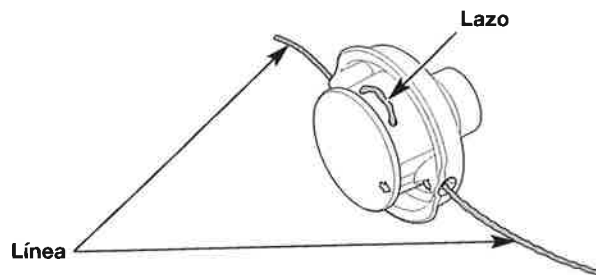

Fig. 16
4. Tire de los extremos del hilo hasta que quede tenso contra el cabezal de corte. Asegúrese de que los extremos del hilo sean de igual longitud (Fig. 16). Si un extremo es más largo que el otro, empuje el extremo más largo nuevamente a través del cabezal de corte parcialmente y tire del extremo más corto hacia afuera. De ser necesario, repita el proceso hasta que ambos extremos sean de igual longitud.
5. Presione el lazo expuesto del hilo de recorte hasta que esté ajustado contra el cabezal de corte (Fig. 16).